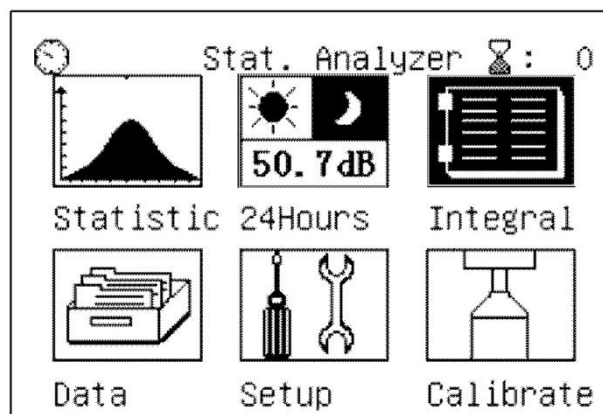

Fig. 19: Seleção da análise Integral
1. Seleccionar, com os botões “◀” ou “▶”, o ícone “Integral” (ver Fig. 19) e confirmar com “↵”